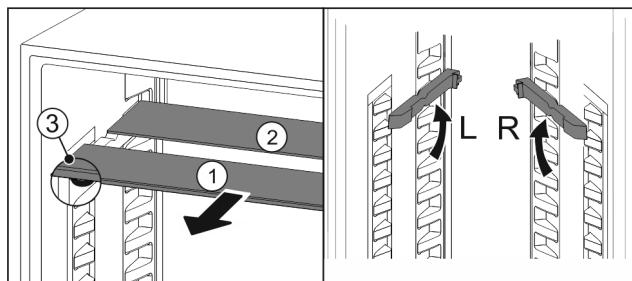

Fig. 25
- Izvucite Fig. 25 (1) staklene ploče jednu po jednu prema naprijed.
► Staklena ploča Fig. 25 (1) s ukrasnom letvicom nalazi se sprjeda.
► Zaustavljači Fig. 25 (3) su usmjereni prema dolje.